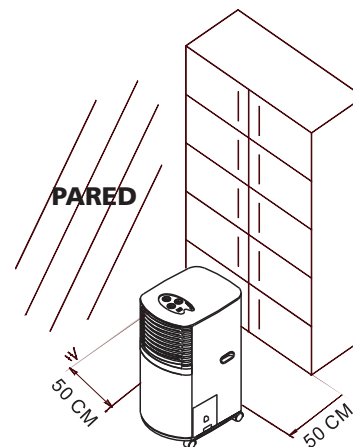

fig. 4
- Procurar que el aparato tenga a su alrededor un espacio libre de al menos 50 cm (fig. 4).